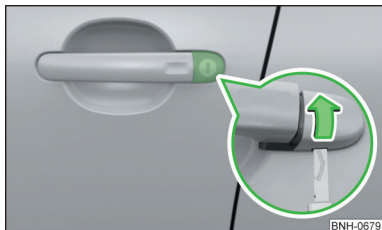

Fig. 249
- ▶ Introduceți cheia în fanta din partea de jos a capacului și rabatați capacul în sensul săgeții » fig. 249.